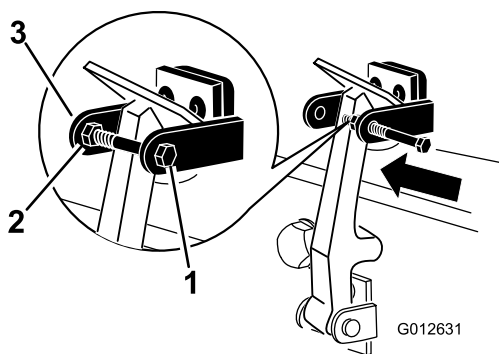

Figura 10
7. Aperte o parafuso no outro braço do suporte do trinco do capot e prenda o trinco na posição (Figura 10).